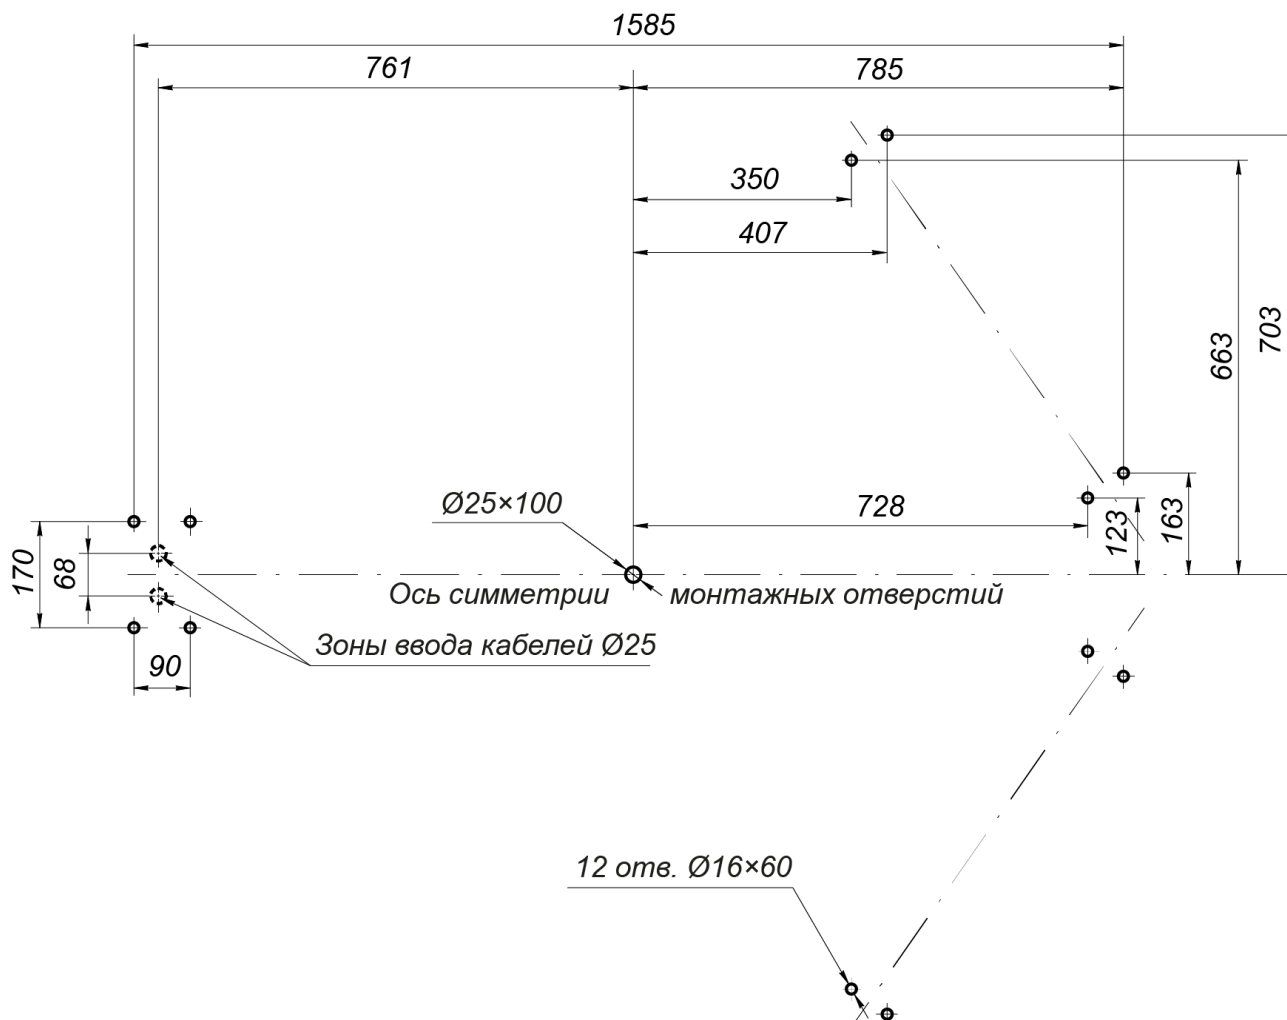
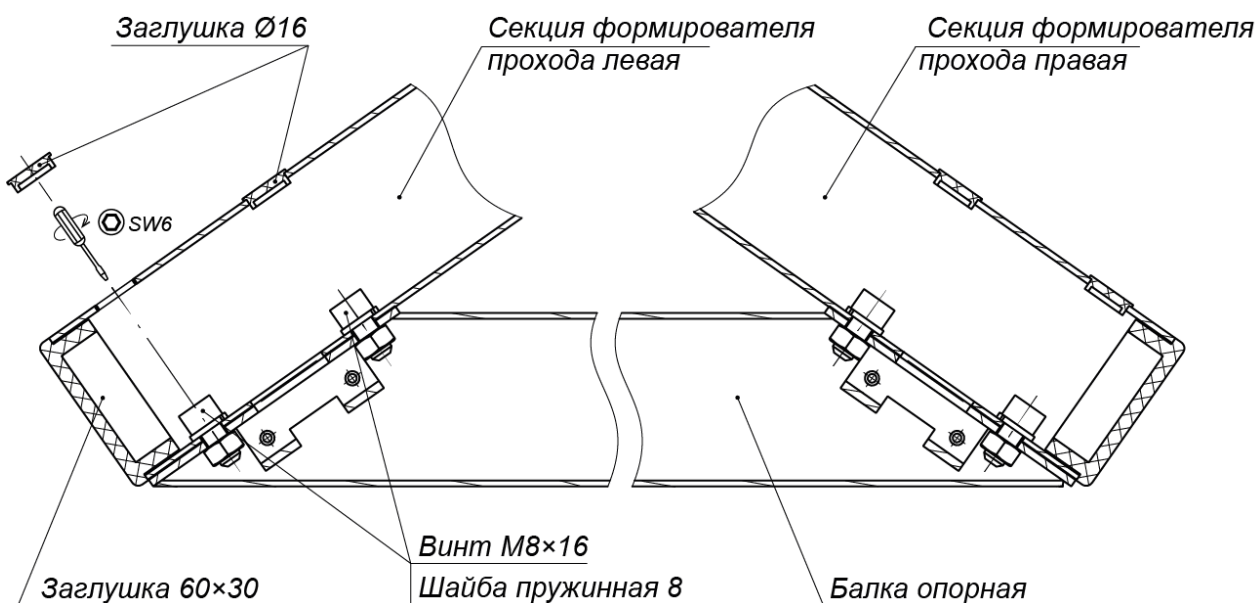

Рисунок 12. Схема разметки для монтажа турникета
Рисунок 13. Крепление балки опорной (7) к секциям (6) формователя прохода
3. Выполните на установочной поверхности разметку отверстий для монтажа турникета. Используйте шаблон из комплекта поставки, но затем обязательно проверьте истинность расстояний в соответствии с рис. 12.
- Установите секции (6) формователя прохода на установочную поверхность, ориентируя отверстия в опорных фланцах по расположению анкеров. При этом левая и правая секции должны быть правильно выставлены и сориентированы: блоки индикации формователей должны быть развернуты от оси симметрии (см. рис. 12) и учтено расположение на секциях мест крепления опорной балки (см. рис. 13).
9. Установите балку опорную (7) на секции (6) формователя прохода:
- Закрепите балку опорную на секциях формователя прохода четырьмя болтами M8×16 (ключ SW6) из комплекта сборочно-монтажных принадлежностей (ящик №4). При уличном монтаже стыки опорной балки с секциями формователя прохода рекомендуется герметизировать, используя атмосферостойкий силиконовый герметик по инструкции производителя (см. рис. 13).
10. Распакуйте стойку с преграждающими планками (5) (ящик №4).
11. Установите стойку с преграждающими планками (5) (работайте вдвоем!):
- Для варианта прокладки кабелей питания и управления через кабельные каналы в установочной поверхности снизу: положите стойку с преграждающими планками (5) на установочную поверхность таким образом, чтобы опорный фланец находился рядом с зоной отверстия А. Затем, используя монтажную проволоку, протяните кабели через нижнее отверстие в преграждающей стойке со стороны фланца вверх по стойке до ее верхнего отверстия. Выпуск кабелей на выходе из верхнего отверстия должен составлять 0,8 - 1,0 м. Временно зафиксируйте концы кабелей на верхней планке преграждающей стойки (к примеру, с помощью липкой ленты).
- Установите стойку с преграждающими планками на отверстия с анкерами в установочной поверхности по оси симметрии, при этом фланец должен встать на зону А, а место нижнего узла вращения (3) – на отверстие с анкером М16 (см. рис. 12).
- Проверьте вертикальность положения ротора с помощью уровня. При необходимости устраните отклонение от вертикальности путем смещения балки привода (8) в пределах допуска монтажных отверстий под шпильки и болты. Окончательно затяните болты и гайки крепления балки привода.
17. Окончательно затяните анкерные болты крепления к установочной поверхности опорных фланцев стойки с преграждающими планками (5) и фланцев секций (6) формователя прохода. При возникновении перекосов в силовых элементах конструкции турникета допускается использовать монтажные прокладки.
19. Закройте пластиковыми заглушками Ø16 отверстия для болтов соединения секций ротора (2) и отверстия крепления балки опорной (7) к секциям (6) формователя прохода (см. рис. 13 и 20).